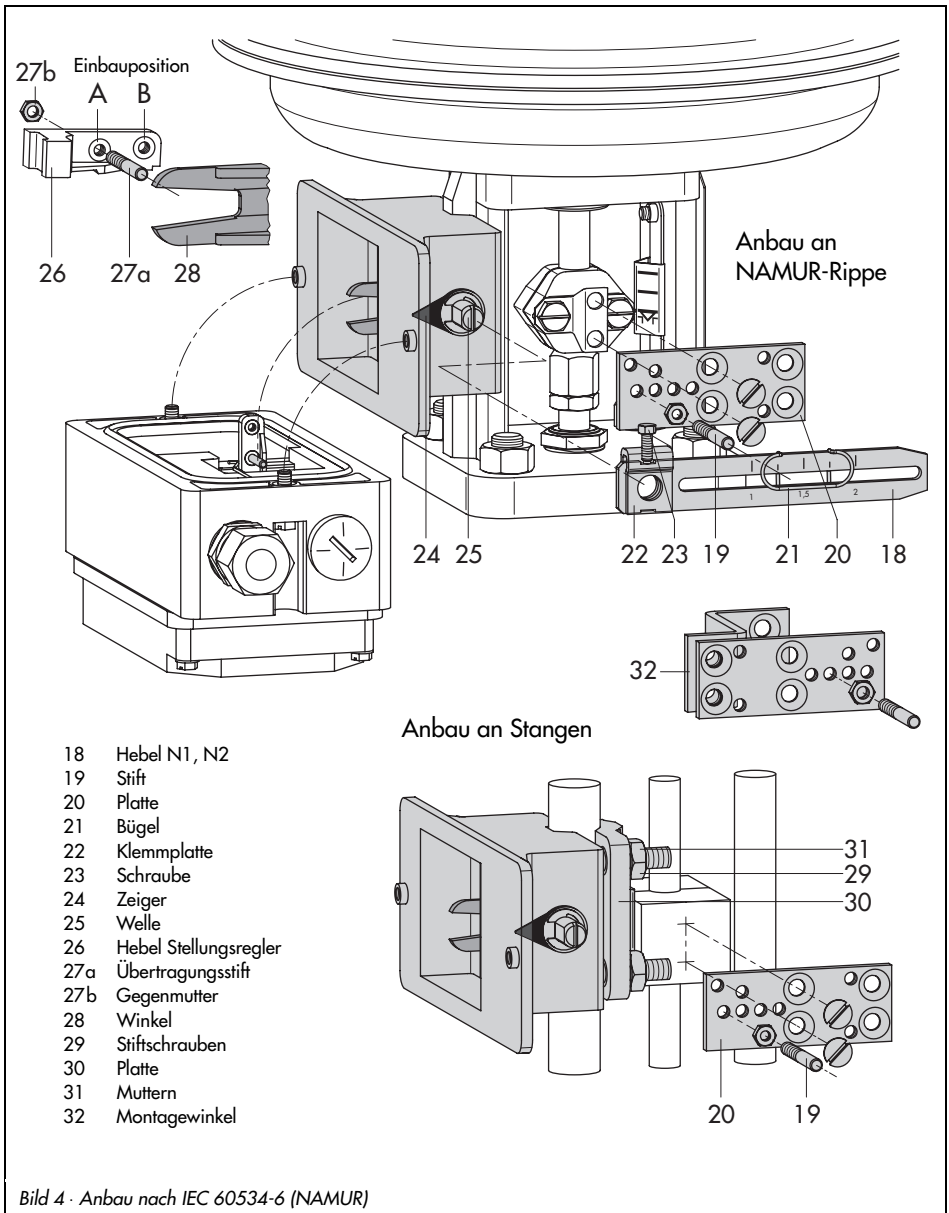

Bild 4 · Anbau nach IEC 60534-6 (NAMUR)
Der NAMUR-Anbau erfolgt nach Bild 4 über ein Adaptergehäuse. Dabei wird der Hub des Stellventiles über den Hebel (18) und die Welle (25) auf den Winkel (28) des Adaptergehäuses übertragen und auf den Übertragungsstift (27) am Hebel des Stellungsreglers weitergeleitet.
(26) einschrauben und mit 6Kt-Mutter auf der Gegenseite sichern, dabei die Einbauposition **A** bzw. **B** nach Tabelle 5 und Bild 4 beachten.